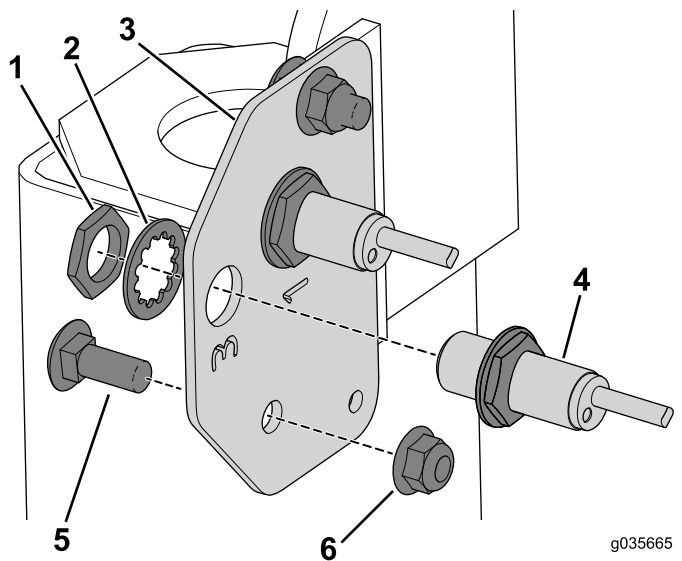

Figura 17
1. Utilice los 2 pernos de cuello cuadrado (3/8" x 1") y las tuercas con arandela prensada para fijar la placa del sensor derecha a la máquina (Figura 17).
2. Utilice las tuercas de retención y las arandelas para fijar los sensores de proximidad que retiró anteriormente en la placa del sensor derecha (Figura 17).